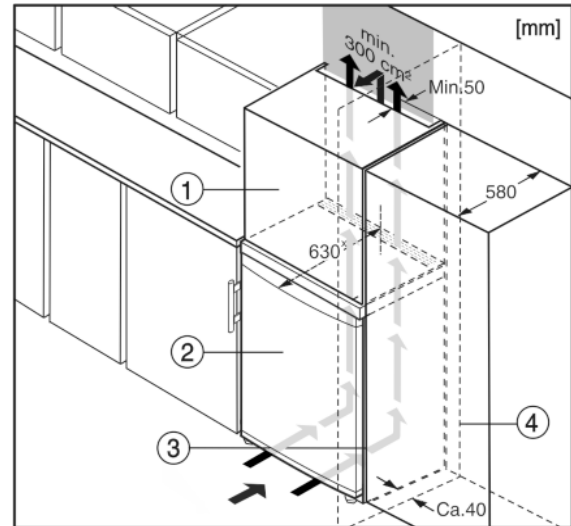

Fig. 6
- (1) Yläkaappi*
- (2) Laite*
- (3) Keittiökaappi*
- (4) Seinä*
Laite voidaan asentaa kalustekaappiin. Jotta korkeus Fig. 6 (2) saadaan yhdenmukaiseksi kaapistojen kanssa, laitteen päälle voi asentaa lisäkaapin Fig. 6 (1).
Asennettaessa keittiökaapistoon (syvyys enintään 580 mm) laite voidaan sijoittaa aivan keittiökaapin Fig. 6 (3) viereen. Laite on sivussa 34 mm * ja laitteen keskellä 50 mm * keittiökaapin etupaneelin edessä.
Kun laitteen oven saranapuoli asennetaan seinän Fig. 6 (4) viereen, laitteen ja seinän väliin on jätettävä etäisyydeksi vähintään 40 mm. Tämä väli vastaa oven avautumisen vaatimaa mitta.*